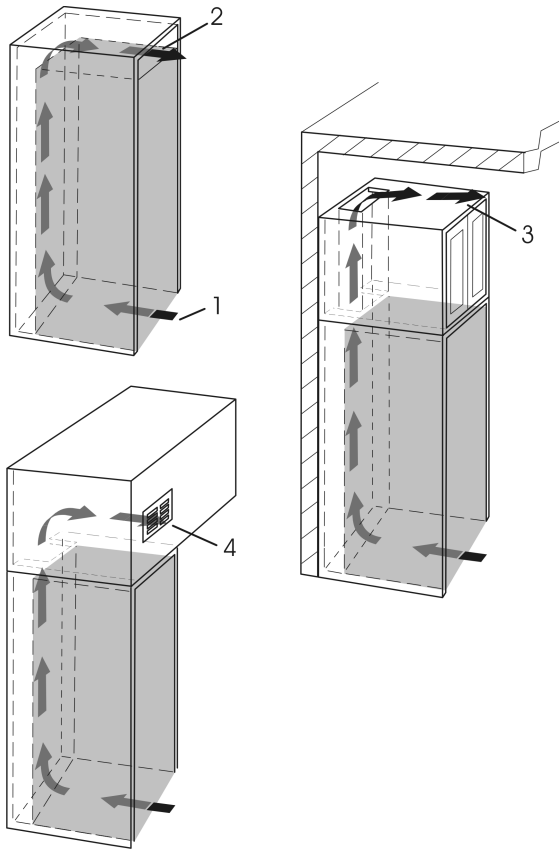

Fig. 8
- Debe haber disponible una sección de ventilación adecuada de al menos 31 pulg² (200 cm²) por unidad en la toma de aire Fig. 8 (1) y la toma de aire Fig. 8 (2).
- En lugar de montar la sección de ventilación superior directamente sobre el aparato con una rejilla de aire opcional Fig. 8 (2), se puede instalar cerca del techo sobre el mueble Fig. 8 (3) o como rejilla para la salida del aire en un falso techo Fig. 8 (4).